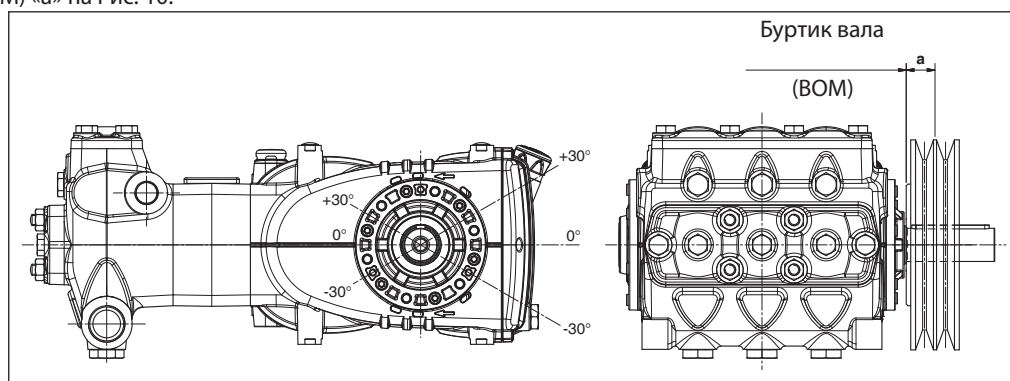

Рис. 10
$a=30$ мм от буртика вала (ВОМ), как указано на Рис. 10.
- b) Пользуйтесь ремнями с высоким КПД, например, **XPB** вместо **SPB**, поскольку в этом случае потребуется меньшее количество ремней при одинаковой передаваемой мощности, что в свою очередь сократит расстояние между результирующей силой и буртиком вала (BOM) «a» на Рис. 10.